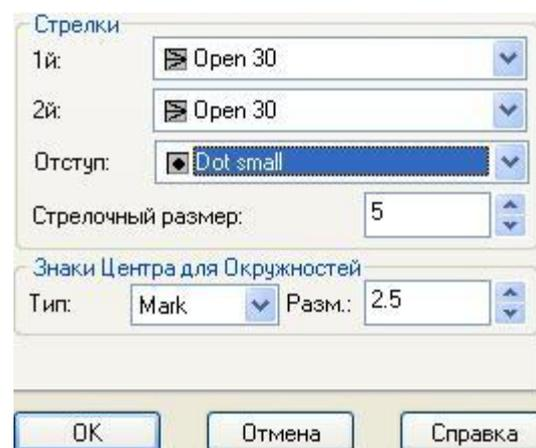

Рис. 3.9 Длина стрелок
4. Установить длину стрелок 5 мм (Рис. 3.9).